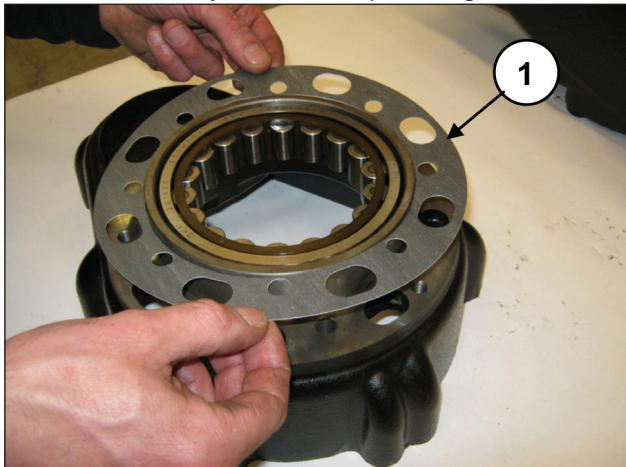
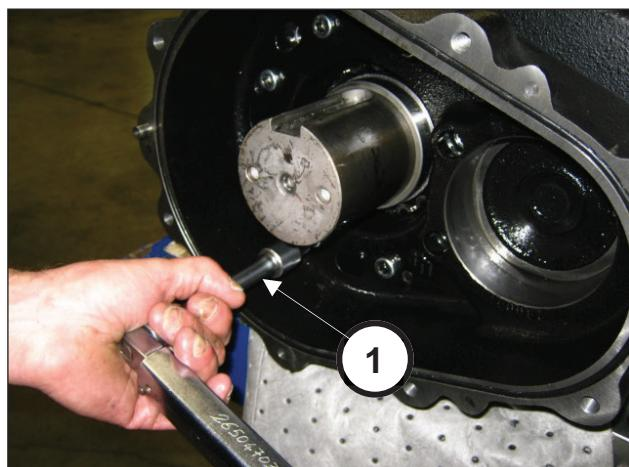

Fig. 63
Fig. 64
Desde el lado opuesto, introducir la junta lateral en la tapa del reductor ①, Fig. 63) y levantar el eje acodado para facilitar la introducción de la caja del reductor (pos. ①, Fig. 64).